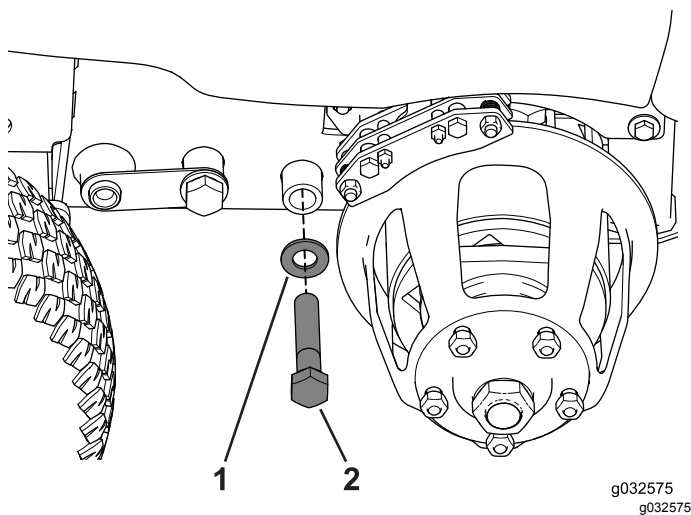

Figura 116
4. Retire los pernos y las arandelas que están más próximos a los cubos de las ruedas traseras (Figura 116).